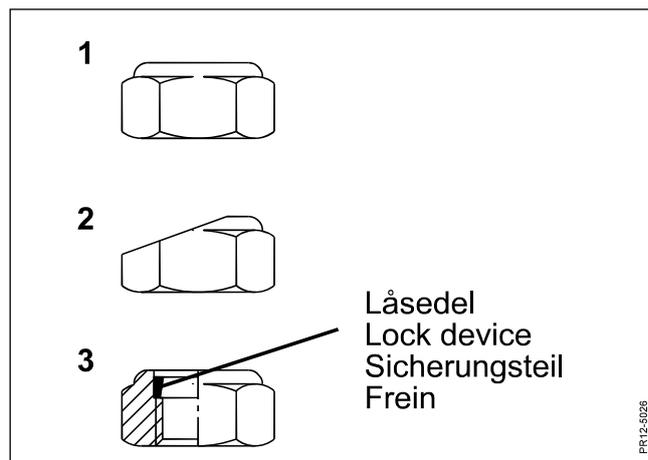

Fig. 5-10
- Fig. 5-10** Die Spezialmutter auswechseln, wenn